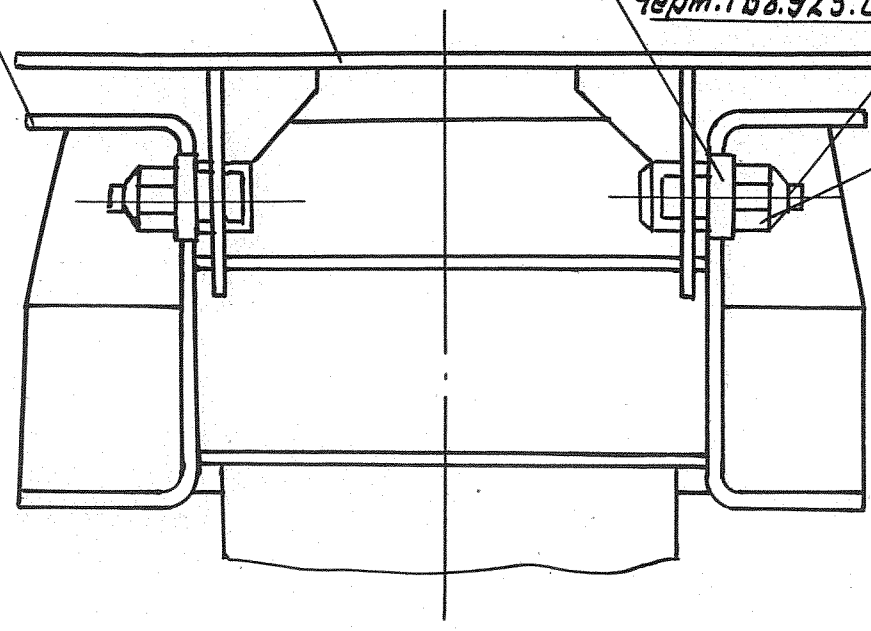

Рис. 4.12. Крепление крышки с активной частью трансформатора.
4.12.2. Прикрепить крышку бака к активной части трансформатора (рис.4.12 ).